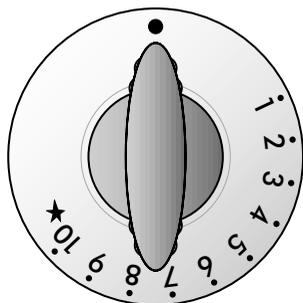

Fig. 3.1
- 2 – Premere a fondo la manopola del termostato gas (fig. 3.1) e tenendola sempre premuta ruotarla in senso antiorario fino alla posizione 10.